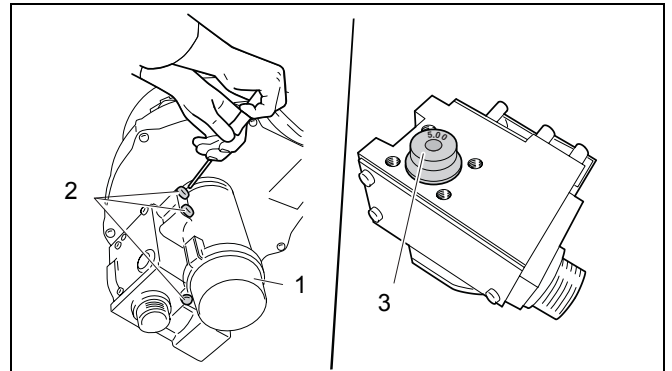

Fig. 40 Schimbarea duzelor de gaz
Trecerea la altă categorie de gaz rezultă prin modificarea duzei de gaz (Fig. 40, Poz. 3) conform Tab. 8.
- Se desfac trei șuruburi (Fig. 40, Poz. 2) și rampa de gaz se scoate din sistemul Venturi (Fig. 40, Poz. 1).
- Se montează O-Ring-uri noi pe ambele părți ale duzei de gaz (Fig. 40, Poz. 3).